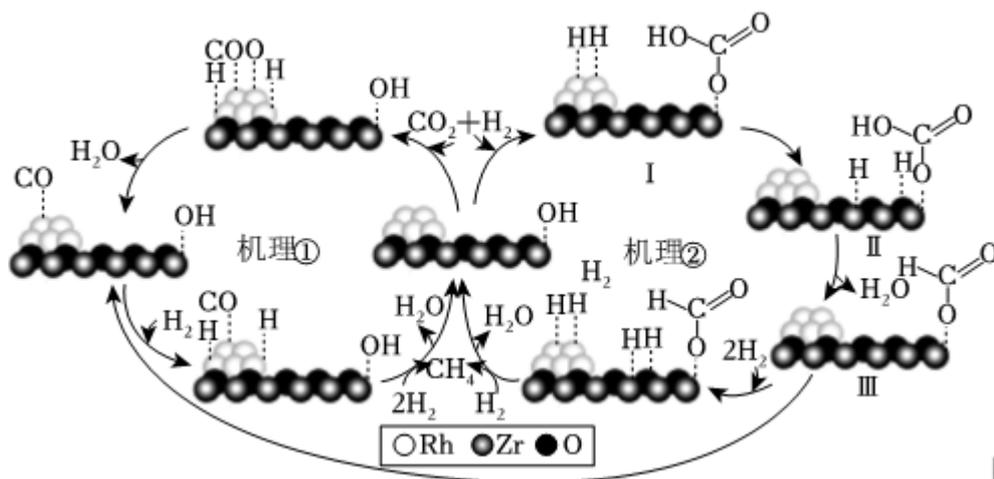

图2
①微生物电解池实现  $\text{CO}_2$  甲烷化的阴极电极反应式为  $\underline{\text{CO}_2 + 8\text{H}^+ + 8\text{e}^- = \text{CH}_4 + 2\text{H}_2\text{O}}$ 。
②如果处理有机物  $[(\text{CH}_2\text{O})_n]$  产生标准状况下  $112\text{m}^3$  的  $\text{CH}_4$ , 则理论上导线中通过的电子的物质的量为  $\underline{4 \times 10^4 \text{mol}}$ 。
(3) 经过百余年的探索研究, 目前对  $\text{CO}_2$  甲烷化的反应路径和机制仍存在许多争议。 $\text{ZrO}_2$  负载金属 Rh 催化  $\text{CO}_2$  甲烷化可能存在的两种反应机理如图 2 所示。
②吸附在载体 ZrO2 的 Zr 原子表面的 (CO2 衍生物中间体) 甲酸盐;
③吸附在 Zr 原子表面的 H 原子与碳酸氢盐中的 C 原子相互作用, 吸附在 O 原子表面的 H 原子与碳酸氢盐羟基上的 O 原子相互作用, 生成的甲酸盐吸附在 Zr 原子表面、H2O 分子直接离去。
**【分析】** (1) 由已知可得①CH4 (g) + 2O2 (g) = CO2 (g) + 2H2O (l) ΔH = - 890.3 kJ·mol-1, H2 (g) +  $\frac{1}{2}$ O2 (g) = H2O (l) ΔH = - 285.8 kJ·mol-1, 根据盖斯定律知 4×② - ①可得 CO2 (g) + 4H2 (g) = CH4 (g) + 2H2O (l);
(2) ①微生物电解池实现 CO2 甲烷化, CO2 得到电子生成 CH4;
②标准状况下 112 m3 的 CH4 的物质的量为  $n = \frac{V}{V_m} = \frac{112000L}{22.4L \cdot mol^{-1}} = 5000mol$ , 故产生 5000molCH4;
(3) ①从图 2 可以看出，CO2 和 H2 在催化剂表面不同活性位点的吸附、活化形成中间体不同；
②由图 2 可知，吸附在活性金属 Rh 表面的中间体 CO，除了可能是吸附在活性金属 Rh 表面的 CO2 直接解离产生，也有可能是机理②中由吸附在载体 ZrO2 的 Zr 原子表面的（CO2 衍生物中间体）甲酸盐解离产生；
③由图 2 可知中间体 II 脱去 H2O 生成中间体 III，根据元素电负性的变化规律，由中间体 II 转化为中间体 III 的过程可以描述为吸附在 Zr 原子表面的 H 原子与碳酸氢盐中的 C 原子相互作用。
**【解答】**解：(1) 由已知可得①CH4 (g) + 2O2 (g) = CO2 (g) + 2H2O (l) ΔH = - 890.3 kJ·mol-1，
(3) ①从图 2 可以看出，CO2 和 H2 在催化剂表面不同活性位点的吸附、活化形成中间体不同，故上述两种机理争论的焦点首先在于 CO2 的吸附、活化位置（是在载体 ZrO2 上，还是在活性金属 Rh 上，以及活化形成的中间体），
②由图 2 可知，吸附在活性金属 Rh 表面的中间体 CO，除了可能是吸附在活性金属 Rh 表面的 CO2 直接解离产生，也有可能是机理②中由吸附在载体 ZrO2 的 Zr 原子表面的（CO2 衍生物中间体）甲酸盐解离产生，
③由图 2 可知中间体 II 脱去 H2O 生成中间体 III，根据元素电负性的变化规律，由中间体 II 转化为中间体 III 的过程可以描述为吸附在 Zr 原子表面的 H 原子与碳酸氢盐中的 C 原子相互作用，吸附在 O 原子表